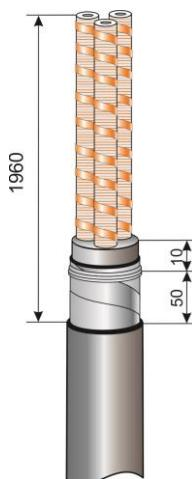

Рис.3
3. Удалить межфазный заполнитель, оставив выступ 10мм (Рис.3).